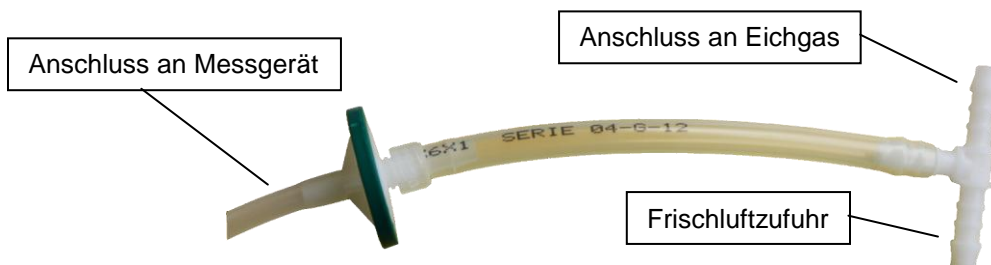

Abbildung 1: Eingas-Anschluss mit dem mitgelieferten Schlauch
Empfohlen wird hierzu der mitgelieferte Schlauch nach Abbildung 1.
- Schließen sie wie in Abb. 1 oder 2 den Stickstoff ($O_2=0\%$, $N_2=100\%$) an
- Schließen Sie das Referenzgas (Eichgas) gemäß Abb. 1 oder 2 an